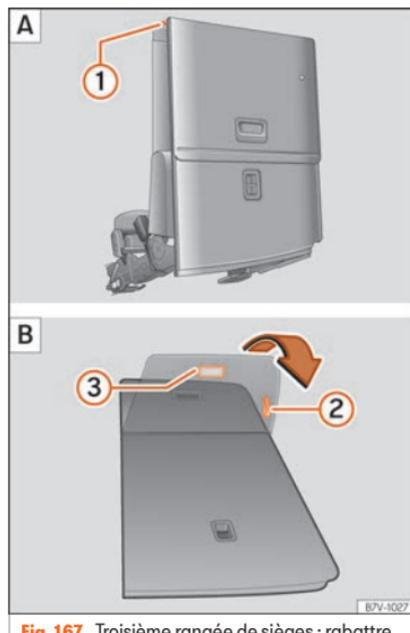

Fig. 167 Troisième rangée de sièges : rabattre le siège arrière pour procéder au chargement A puis le replacer B.
- Si nécessaire, tirez sur le levier »» fig. 167 ❷ pour déplacer la banquette vers la position souhaitée.
- Retirez les objets du plancher devant et derrière le siège arrière »» ❶.
- Tirez le levier »» fig. 167 ❶ vers le haut et rabattez le dossier entièrement vers l'avant. Le siège arrière se rabat vers l'avant »» ❷ et le coussin d'assise se déplace également vers l'avant.
- Une fois la banquette rabattue, personne (ni adulte ni enfant) ne pourra voyager à cette place »» ❸.
- Tirez sur la poignée »» fig. 167 ❷ pour remettre la plage du siège.
- Tirez sur la poignée »» fig. 167 ❸. L'ensemble du siège se déplie vers l'arrière.